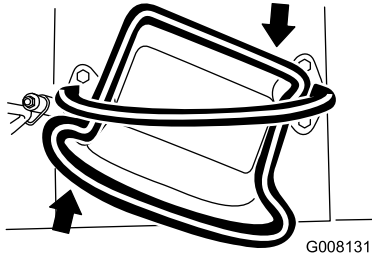

Bild 8
- Drehen Sie den Fahrtriebshebel nach rechts, um nach rechts zu fahren (Bild 8).